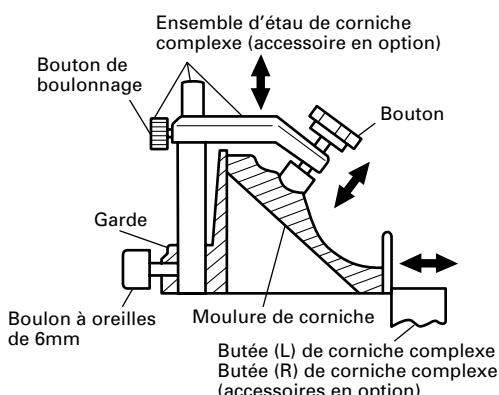

Fig. 34-b
(1) Les butées (L) et (R) de corniche complexe permettent des coupes plus faciles de corniches complexes sans inclinaison de la lame de scie. Les installer sur la base, de chaque côté, comme le montre la Fig. 34-a. Après les avoir introduits, serrer les boutons de boulonnage de 6mm sur les butées de corniche complexe.